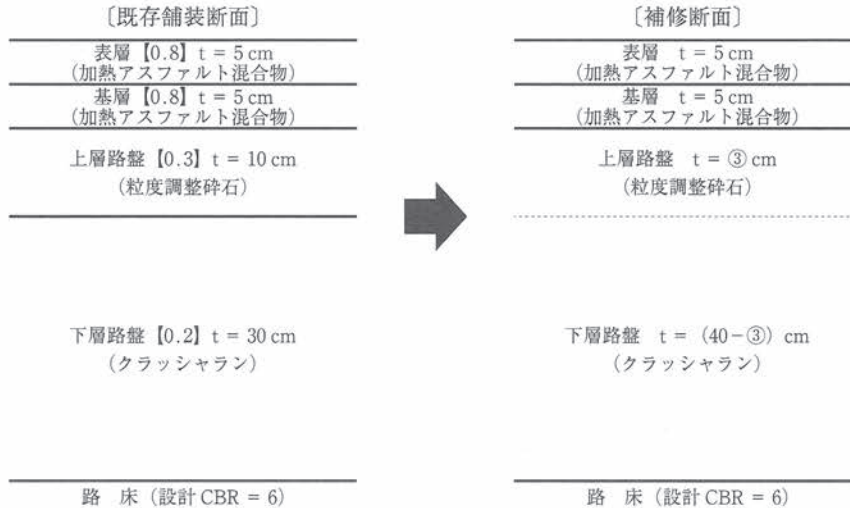

図2-3 補修断面
図2-3の補修断面に示すとおり舗装の仕上がり高さおよび表層・基層の厚さを変えずに上層路盤および下層路盤の一部を上層路盤材（粒度調整碎石）で打ち換える場合の最も経済的な補修断面を検討する。必要等値換算厚（ T_A ） \square ② \square cmを満足するためには、粒度調整碎石の厚さが \square ③ \square cm、既設のクラッシュランの厚さが $(40 - \square$ ③ $\square)$ cmとなる。
- (3) 既存舗装高さ50cmについて、変更しないで補修断面を設計する。補修断面に図2-3のように、上層路盤の厚さを覚えて補修断面を定めるとき、表層・基盤は打ち換えるので、等値換算係数は「1」とする。上層路盤の厚さを t cm とすると上層路盤の等値換算係数は0.35となる。このため、下層路盤の厚さは $(10+30-t)$ となる。この補修断面の等値換算厚さを求める。その合計は②の21cm以上となる必要がある。